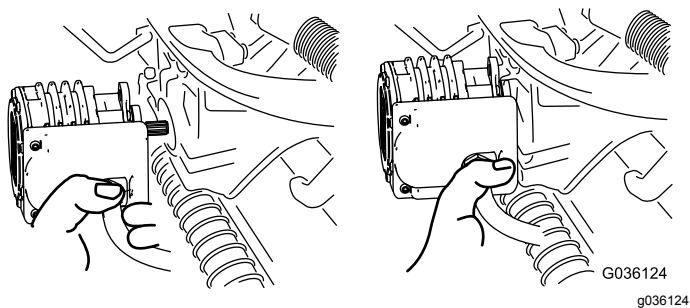

Figura 52
4. Spostate il motore in posizione di stoccaggio davanti al braccio di sospensione (Figura 52).